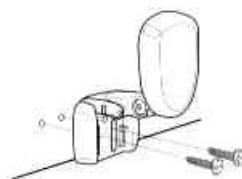

Figure 8
2. Positionnez l'ensemble du transducteur en face des trous percés (voir Figure 8).